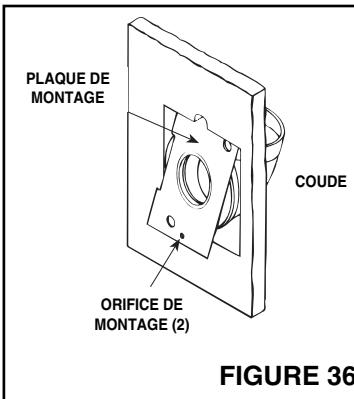

FIGURE 36
- Voyez la Figure 36. Détachez la plaque suivant les pointillés.